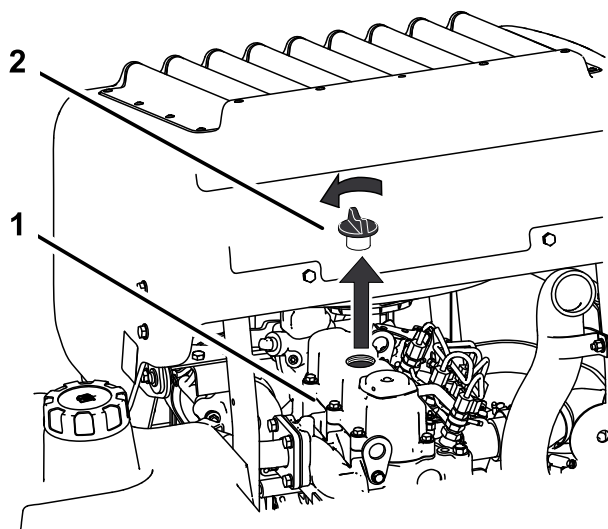

Figura 45
6. Togliete il tappo di riempimento dell'olio da sopra il motore (Figura 45), per agevolare la fuoriuscita dell'olio.
2. Togliete il tappo dell'olio e l'asta di livello (Figura 45).